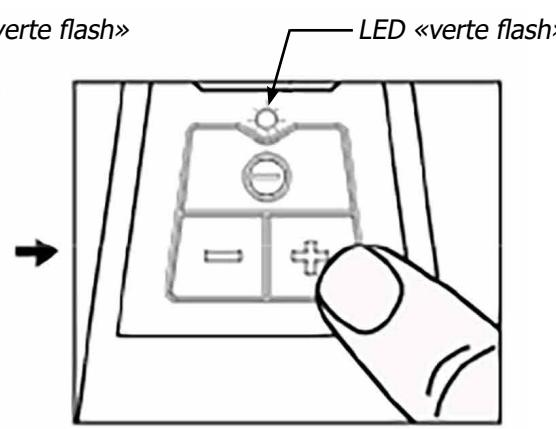

Fig. 3
- Ajuster la vitesse en appuyant sur les boutons «+» ou «-» sur la plaque de bouton. Appuyer sur «+» pour augmenter la vitesse et «-» pour abaisser la vitesse (Fig. 3).